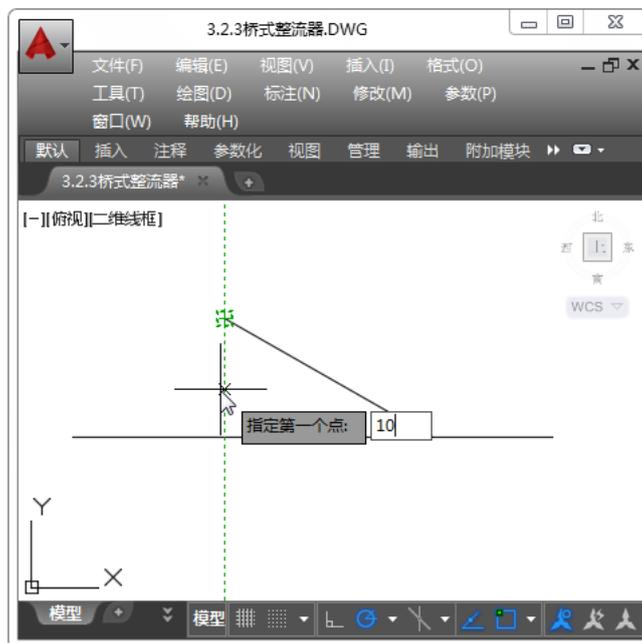

图 3-34 绘制垂线
Step05: 继续执行【直线】命令, 以斜线段的顶部端点为起点, 向下绘制长度为 10 的垂线, 如图 3-34 所示。